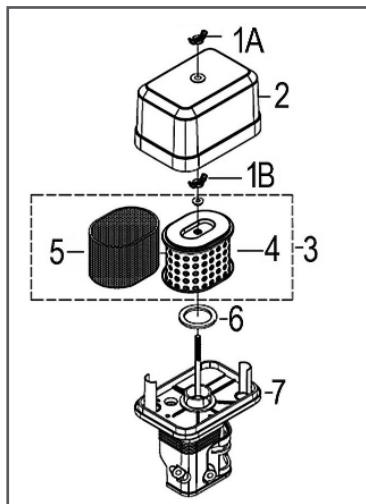

Рис. 25 Обслуживание воздушного фильтра
1. Открутите барашковую гайку 1A и снимите крышку 2 воздушного фильтра (Рис. 25).
2. Открутите барашковую гайку 1B и извлеките из корпуса воздушный фильтр 3 в сборе (Рис. 25).
3. Проверьте целостность и чистоту фильтрующих элементов. Поролоновый (предварительный) фильтрующий элемент 5 установлен на корпусе бумажного фильтрующего элемента 4 (Рис. 25).
4. При незначительном загрязнении промойте поролоновый фильтрующий элемент 5 (Рис. 25) теплым мыльным раствором и просушите. Поврежденный или сильно загрязненный поролоновый фильтрующий элемент замените.
5. Произведите очистку крышки 2 и корпуса 7 воздушного фильтра (Рис. 25), не допуская попадания пыли и грязи в воздуховод, ведущий к карбюратору.
7. Перед установкой воздушного фильтра убедитесь, что уплотнительное кольцо 6 воздушного фильтра находится на месте и не имеет повреждений (Рис. 25).